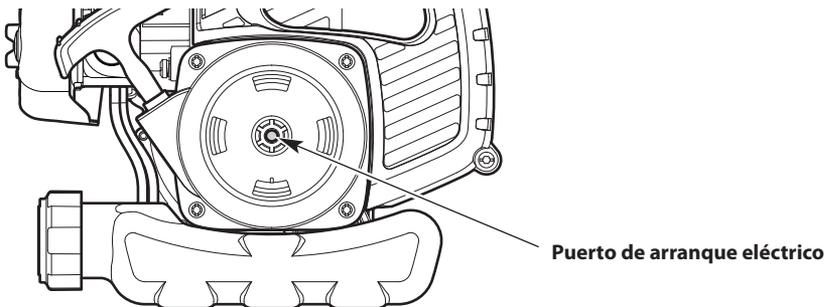

Fig. 13
Algunas unidades se pueden arrancar con un accesorio de arranque eléctrico opcional (los ítems se venden por separado). Las unidades con capacidad de arranque eléctrico tienen una etiqueta que así lo indica e incluyen un puerto de arranque eléctrico (Fig. 13).
4. Inserte el accesorio de arranque eléctrico dentro del orificio de arranque eléctrico (Fig. 13).